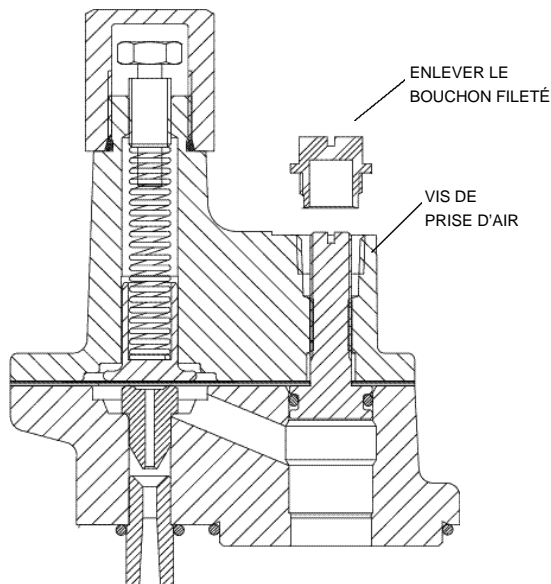

Figure 3.1 Fermeture de la soupape de retenue
- 2: Fermer la soupape de retenue de la pompe en tournant la vis de fermeture de prise d'air aussi bas que possible. (Voir Fig. 3.1).